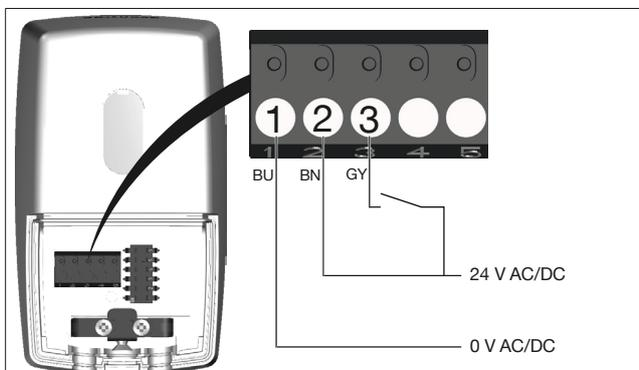

Fig. 7: Disposition des raccordements - réglage tout ou rien
- ▶ Établir la disposition des raccordements souhaitée (voir Fig. 5 à Fig. 7).